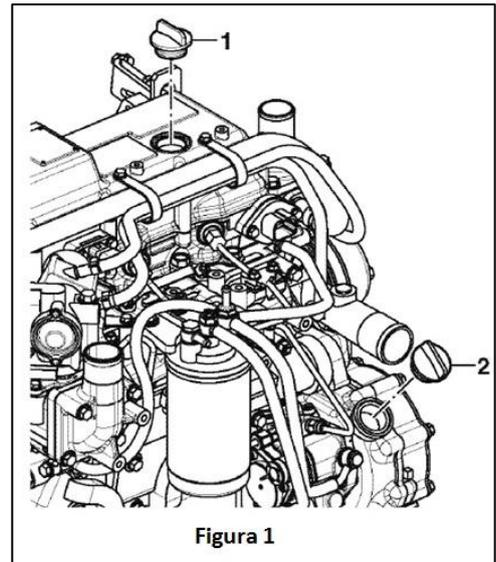

Figura 1
4. Quite uno de los tapones de reabastecimiento ([1] o [2] de la figura 1) para ventilar el cárter y facilitar la descarga